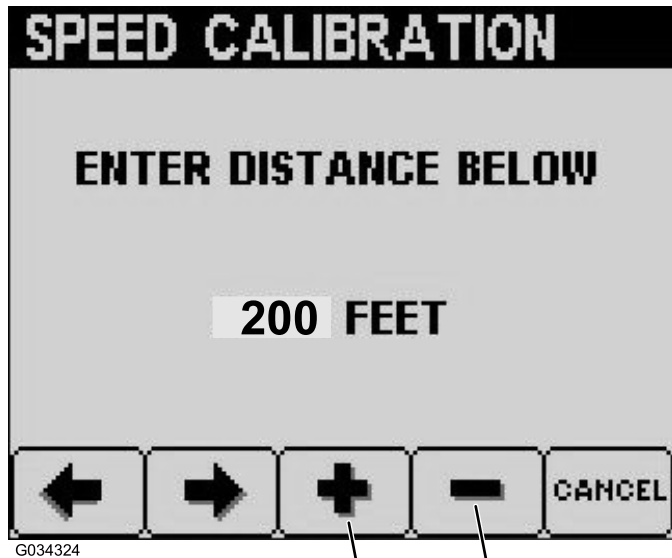

图22
7. 按 3 号按钮增加所需距离，或按 4 号按钮减少所需距离（图22）。